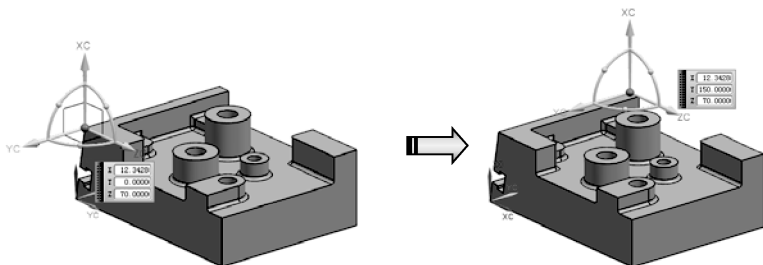

图 1-55 为基准坐标系选择新位置点
- 05 在模型中选择一个参考点，重新放置基准坐标系，如图 1-55 所示。